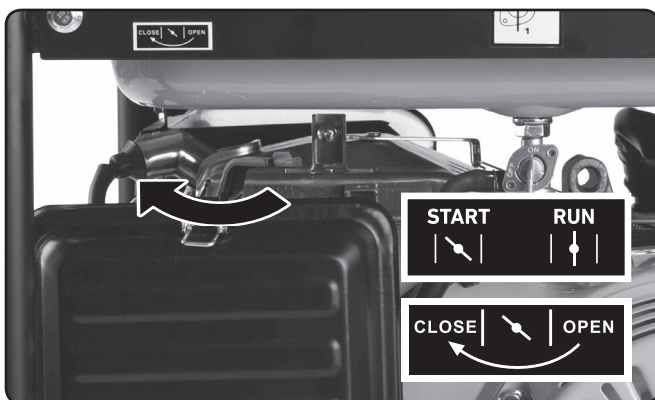

Abb. 16, Umschaltung des Vergaserhebels in die Position „Start“ oder „Schließen“ laut Etikett
9. Bewegen Sie den Vergaser-Steuerhebel in die Position „Start“ oder „Schließen“, entsprechend der Aufschrift auf dem Etikett, das an der Maschine angebracht ist, siehe Abb. 16.